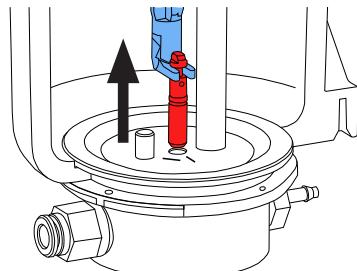

Рис. 13
- ⇒ Дозирующее сопло вытянуть с помощью инструмента (Рис. 13).